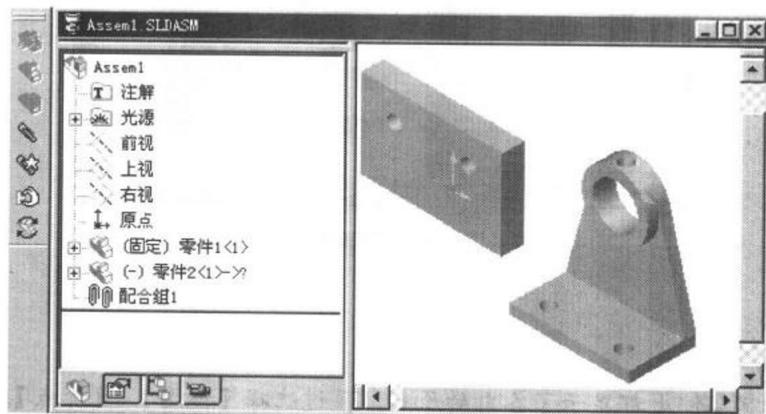

图 1-5 导入零件
(3) 此时鼠标显现为带有装配体形状的箭头 ，一般固定件放置在原点，单击原点则插入零件 1。特征管理器中的零件 1 前面自动加有“固定”，表明其已定位。
(4) 重复步骤 (1) ~ (3)，用同样的方法导入零件 2，零件 2 可放置在任意点，如图 1-5 所示。